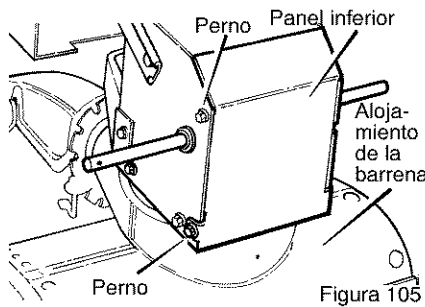

Figura 105
1. Vacíe el tanque de gasolina. Ponga el quitanieves en posición vertical sobre la parte delantera del **alojamiento de la barrena** (consulte la Figura 105).
3. Afloje los **pernos** a cada lado del **panel inferior** (consulte la Figura 105).
6. Instale el **panel inferior** (consulte la Figura 105).
1. Vacíe el tanque de gasolina. Ponga el quitanieves en posición vertical sobre la parte delantera del **alojamiento de la barrena (4)**. (consulte la Figura 105).